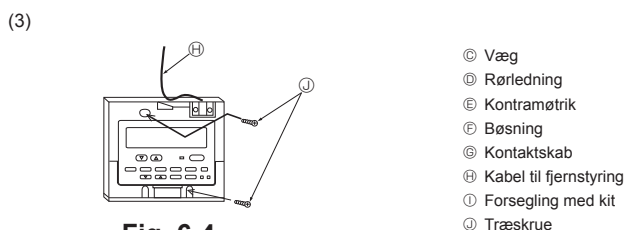

Fig. 6-4
(3) Montering direkte på væggen (Fig. 6-4)